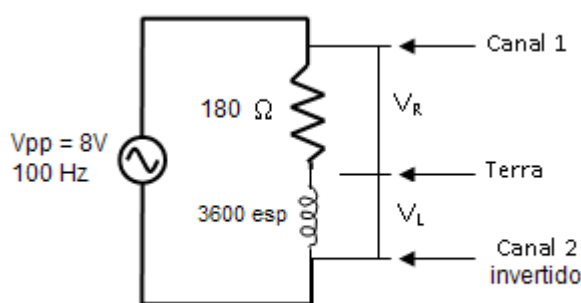

Figura 12.7
1. Conforme a figura 12.7, monte uma bobina de 3600 espiras, um resistor de 180 ohms e o amperímetro digital em série com o gerador de áudio, colocando a chave apropriada no modo tensão senoidal.
4. Em seguida, meça a tensão total (V), a tensão no resistor (V_R), a tensão na bobina (V_B) e a corrente no amperímetro. A partir destes dados, determine a impedância do circuito ($Z=V/I$) e a resistência do resistor.
7. A partir do item 6 determine a resistência $R_B = V_{RB} / I$ a reatância indutiva, $X_L = V_L / I$, e a indutância L da bobina.